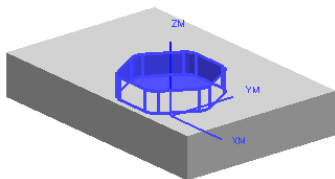

图 2.4.17 指定切削区域
Step4. 选取图 2.4.17 所示的模型表面为切削区域, 然后单击“切削区域”对话框中的 **确定** 按钮, 系统返回到“铣削区域”对话框。